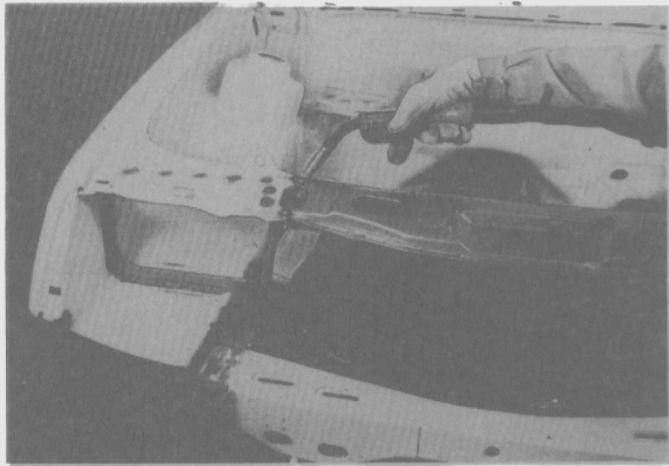

Fig. 116
- Soldar con metal en atmósfera de gas inerte (MIG) la unión soldada a tope de la sección del panel del soporte del radiador (Fig. 116). Luego soldar el conjunto por pudelado al panel de montaje del faro.